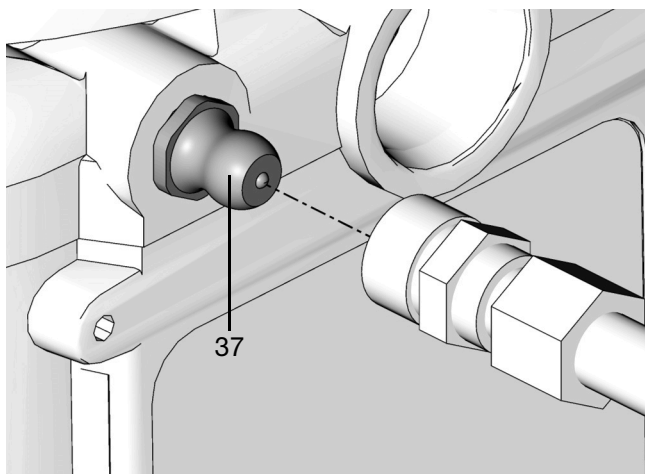

Рис. 7
1. Подсоедините заправочный шланг к впускному фитингу (37) (Рис. 7).
1. Подсоедините заправочный шланг к впускному фитингу (Рис. 7).